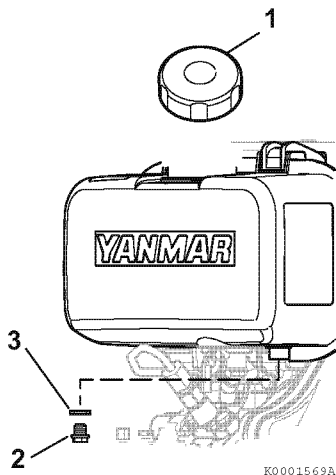

Abbildung 9
2. Tankdeckel (1, **Abbildung 9**) abnehmen.
3. Kraftstoffablassschraube (2, **Abbildung 9**) und Dichtung (3, **Abbildung 9**) entfernen, um den Kraftstoff abzulassen.
4. Kraftstoffablassschraube (2, **Abbildung 9**) mit neuer Dichtung (3, **Abbildung 9**) anziehen.
5. Kraftstofftank auffüllen. Tankdeckel wieder anbringen (1, **Abbildung 9**) und handfest anziehen. Zu festes Anziehen beschädigt den Tankdeckel.